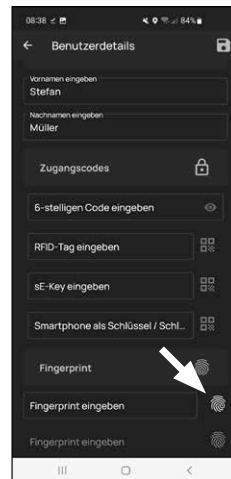

Abb. 5
- 7 In diesem Absatz können Sie einen Finger als Öffnungsmedium einspeichern. Tippen Sie auf das Fingerabdruck-Symbol rechts neben dem Feld „Fingerprint eingeben“ (Abb. 5).